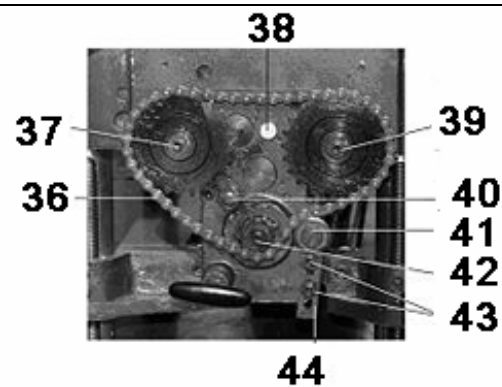

Рис.16
10.3. Регулировка натяжения цепи механизма автоматической подачи заготовки (Рис.16)